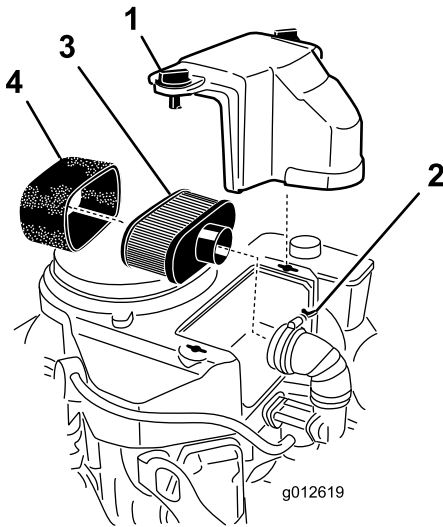

Figura 40
3. Pulite intorno al filtro dell'aria per evitare che la morchia possa penetrare nel motore provocando gravi danni (Figura 40).
4. Svitare le manopole del coperchio e rimuovete il coperchio del filtro dell'aria (Figura 40).
5. Allentate la fascetta stringitubo e rimuovete il gruppo filtro dell'aria (Figura 40).
6. Tirate via con cautela l'elemento in schiuma sintetica dall'elemento di carta (Figura 40).
1. Pulite l'elemento di carta picchiettandolo delicatamente per rimuovere la polvere. Se è molto sporco, sostituite l'elemento di carta con un elemento nuovo (Figura 40).
1. Infilate con cautela l'elemento in schiuma sintetica sull'elemento di carta (Figura 40).
2. Collocate il gruppo filtro dell'aria sull'apposita base o flessibile e fissatelo (Figura 40).
3. Posizionate la copertura del filtro dell'aria e serrate la manopola di copertura (Figura 40).